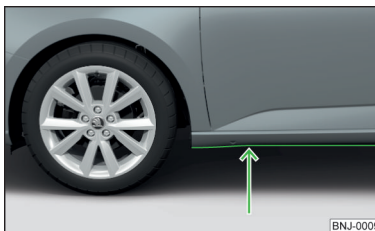

Fig. 202
- Determine la profundidad del agua antes de un vadeo. El nivel del agua debe llegar como máximo al borde inferior del larguero inferior » **fig. 202.**